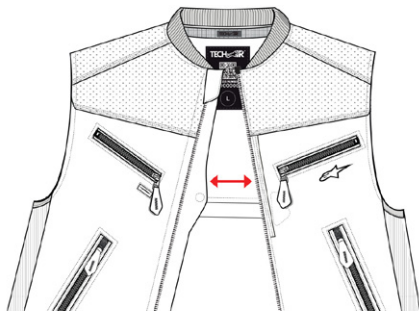

Figure 10
Pour maintenir le système hors tension, laissez le zip d'activation (1) ouvert, comme illustré à la figure 10. Maintenez toujours le système dans cet état lorsqu'il est stocké, transporté ou expédié (voir la section 14 "Nettoyage, stockage et transport").